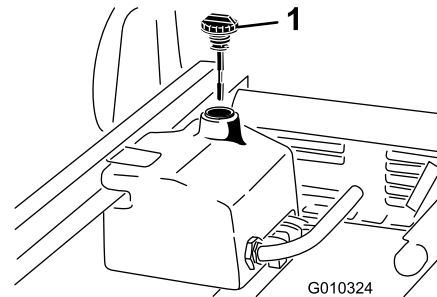

Figura 21
1. Limpe a zona em redor do tubo de enchimento e da tampa do depósito hidráulico (Figura 21). Retire a tampa do tubo de enchimento.
2. Retire a vareta (Figura 21) do tubo de enchimento e limpe-a com um pano limpo. Introduza a vareta no tubo de enchimento, retire-a e verifique o nível do fluido. O nível de óleo deverá ficar entre as duas marcas da vareta.